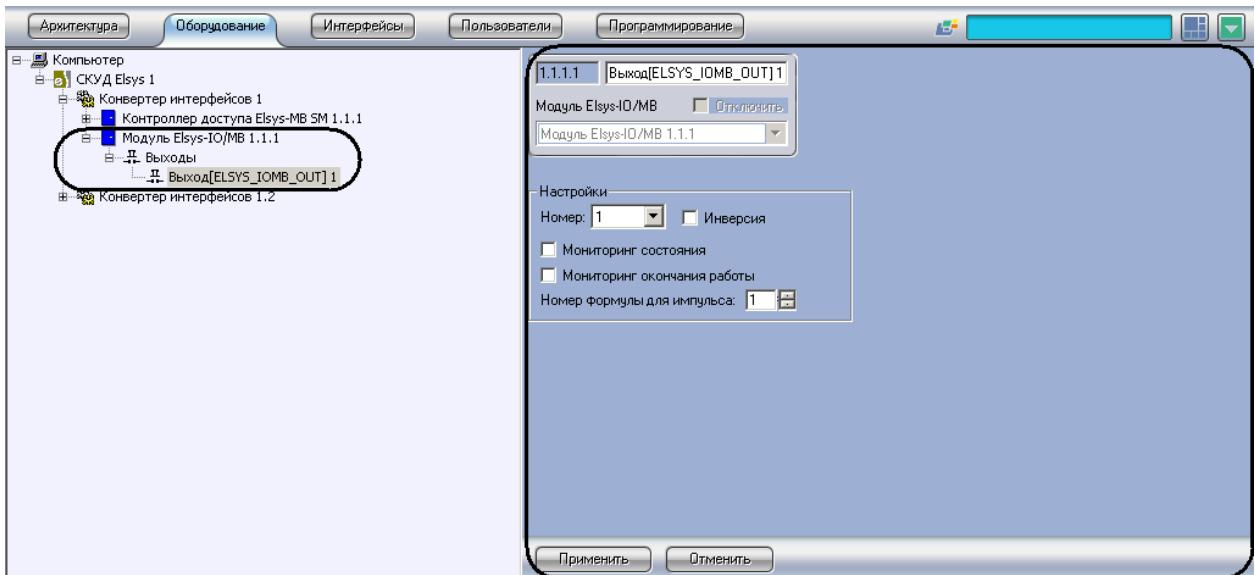

Рис. 3.4-5 Создание объекта Выход
- Создать на базе объекта **Контроллер доступа Elsys-IO/MB** объект **Выход** (Рис. 3.4-5).